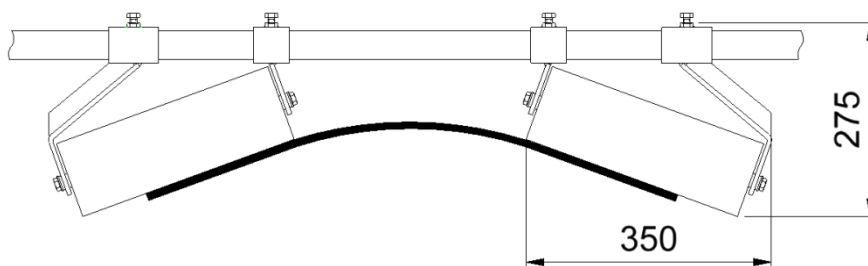

Bild 3
- Trä upp styrrullarna (1-6) på 40x40 mm ett fyrkantrör (7).
- Efter montaget kan man enkelt justera trycket på bandet genom att lossa stoppskruvarna (4) och flytta de båda rullarna utmed fyrkantröret. För att få bästa styreffekt bör minst 2/3 av rullarna vara i kontakt med transportbandet, se bild 3.